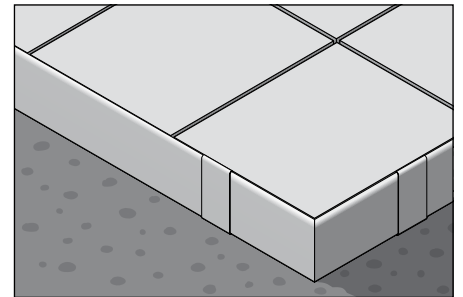

Fig. 7
Procedimiento para la colocación de baldosas autoportantes sobre el sistema de pedestales TROBA-LEVEL con BARA-RT/BARA-RTC (fig. 7)
- Si utiliza el sistema de pedestales TROBA-LEVEL, el perfil de remate BARA-RT/BARA-RTC cubre el lateral abierto del pavimento (fig. 7).